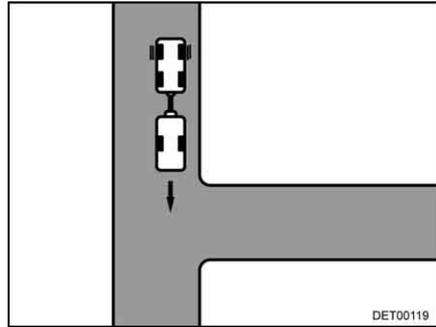

Fig. 15 Svoltare all'incrocio
- Avvicinarsi all'incrocio, fino a che la coda del caravan si trovi all'altezza di questo (Fig. 15).